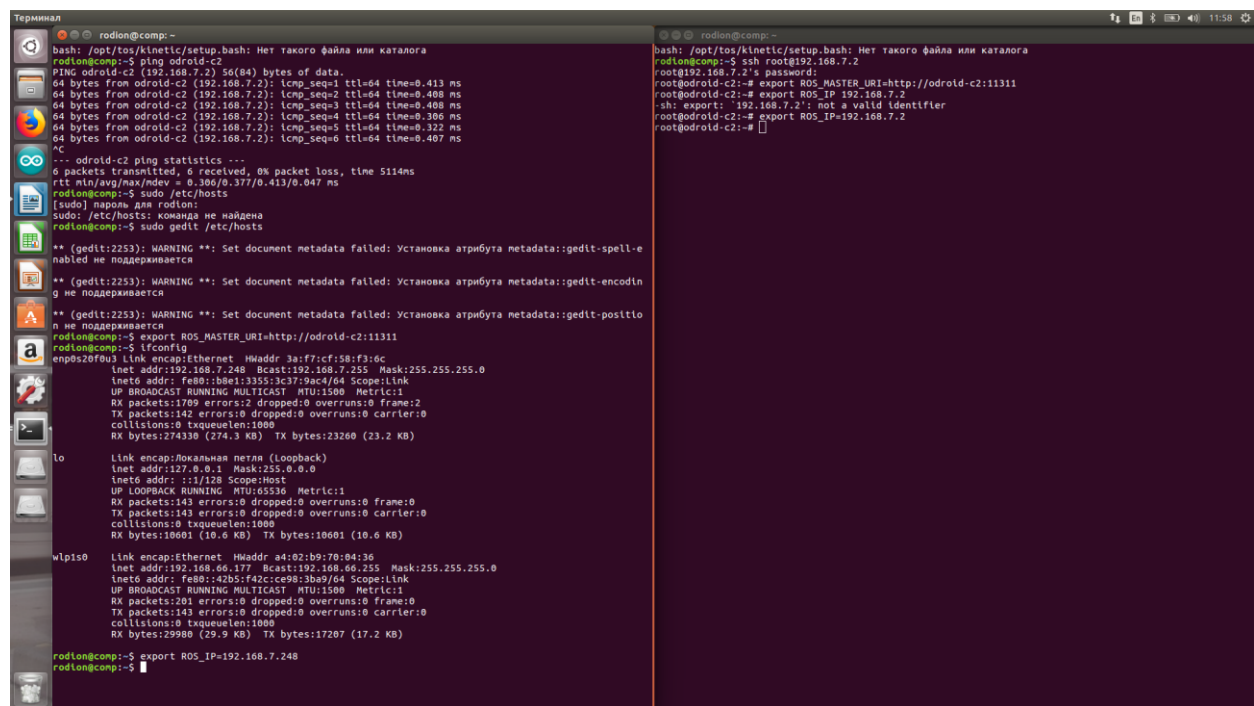

Рис. 24. Назначение IP-адресов
- на терминале компьютера: «*export ROS\_IP=192.168.7.248*» (рис. 24, а);
- на терминале робота: «*export ROS\_IP=192.168.7.2*» (рис. 24, б).